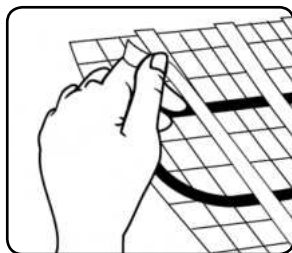
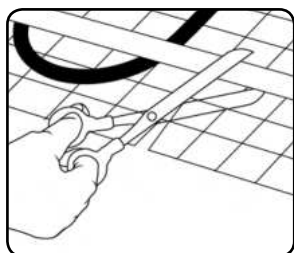

fig. 6
fig. 7
-Retirar la capa de papel protector de las cintas adhesivas (Ver fig. 6) y poco a poco dispone de cintas adhesivas de doble cara, fijar la manta al suelo con cinta adhesiva. La manta calefactora se puede ajustar de acuerdo con las figs. 7, 8, 9.